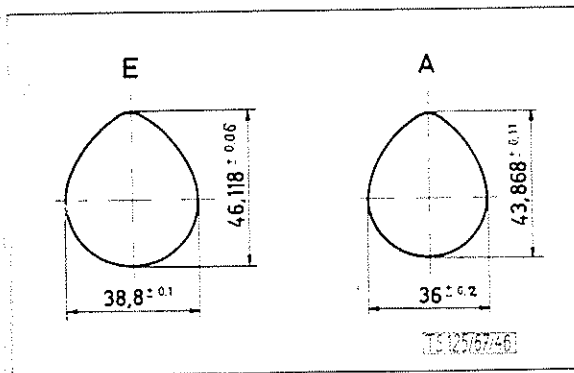

BILD 62: Nockenwellenmaße
2. Die Nocken messen und mit den Maßen auf Bild 62 vergleichen, bei zu stark abgenützten Nocken muß die Nockenwelle ersetzt werden.